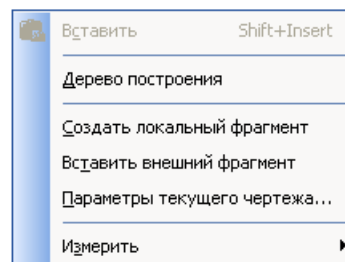

Рисунок 9.8 - Диалоговое окно **Параметры**
1) на рабочем поле чертежа щелкните правой кнопкой мыши и из появившегося меню (рис. 9.8) выберите пункт **Параметры текущего чертежа**;